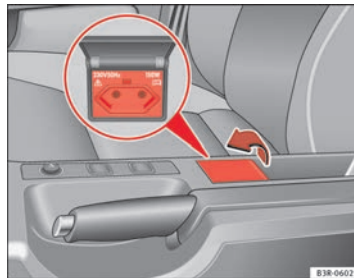

Fig. 137 Centro de la consola central: toma de corriente de 230 voltios.
- Levante la tapa para abrirla ⇒ fig. 137.